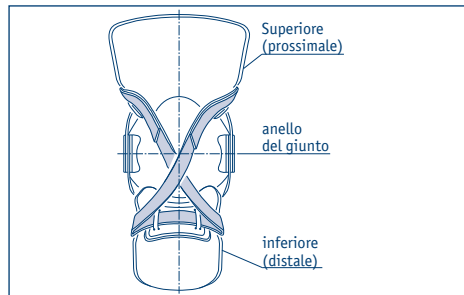

Fig. 4: Cassetto posteriore
- La fascetta incrociata va infilata nella linguetta dell'inserito dopo essere stata fatta ruotare di 180°. Dopo averla infilata nella linguetta dell'inserito portare in modo incrociato dall'anello articolato inferiore in direzione superiore e fissare (Fig. 4).